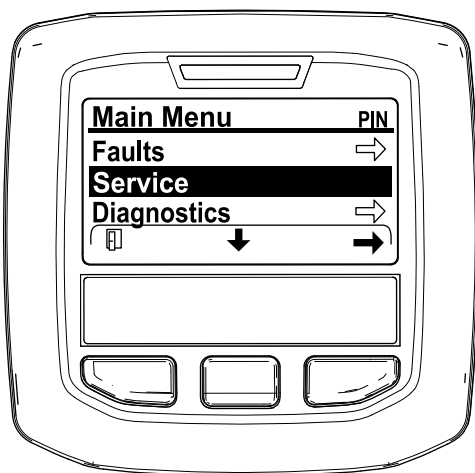

Bild 45
2. Navigieren Sie auf das HAUPTMENÜ, drücken Sie die mittlere Taste, um auf das Menü SERVICE zu navigieren; drücken Sie die rechte Taste, um die Option SERVICE auszuwählen (Bild 45).